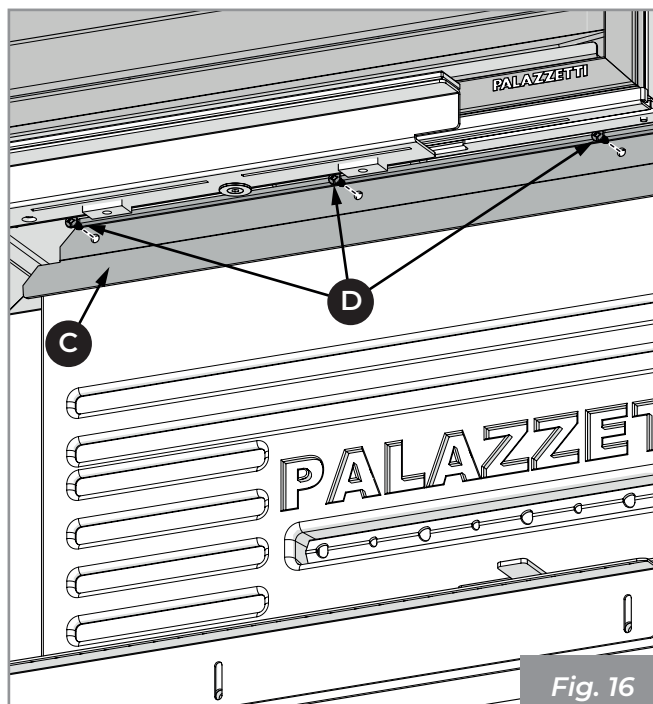

Fig. 16
- 2) Bloquer le panneau réfractaire avec le support (C) en le fixant avec les vis (D) (Fig. 16).